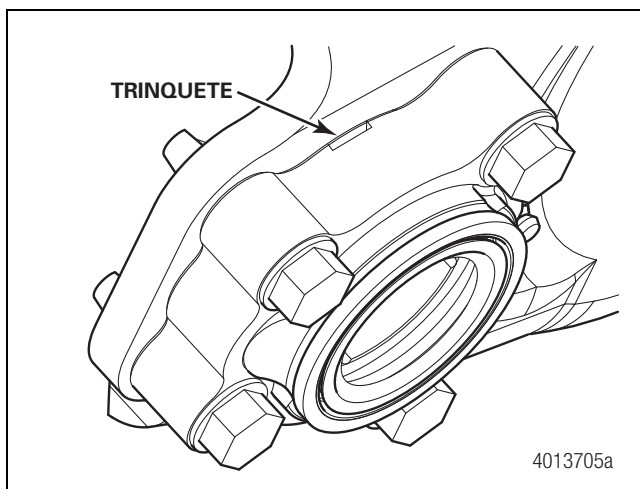

Figura 11.38
3. Coloque la parte plana de una barreta en el trinquete del portabuje apernado. Figura 11.38.